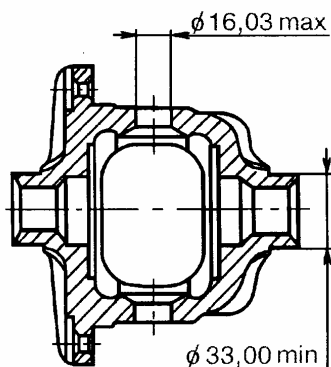

Рис.8.
5.2.2 Коробка дифференциала - 2101-2403018, 2123-2403010, рис.8.